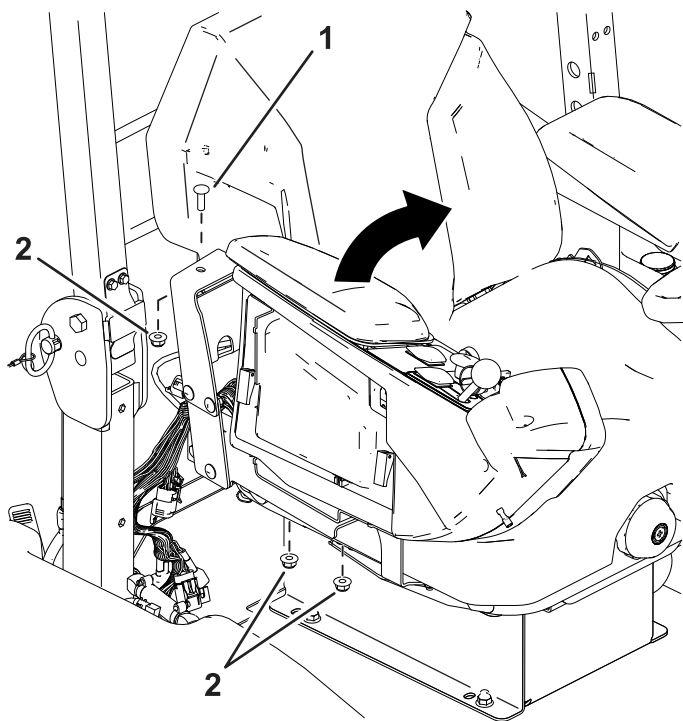

**Figure 4**
6. Déposez le verrou avant du plateau de coupe à l'avant de la machine (Figure 4). Conservez le verrou et les fixations.
13. Fixez légèrement le verrou du plateau de coupe à l'avant de la cabine (Figure 4).